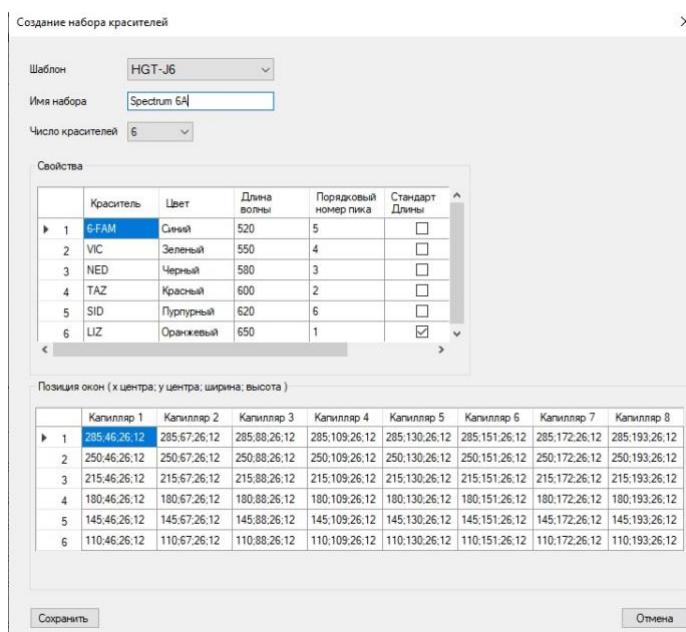

Рисунок 3
- В открывшемся окне в поле «Шаблон» выбрать **HGT-J6**, в поле «Имя набора» записать «**Spectrum 6A**» (рисунок 3). Нажать кнопку «Сохранить».